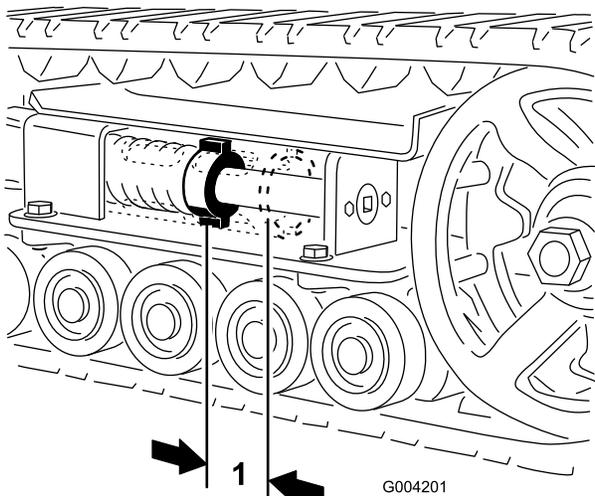

Рисунок 44
Между натяжной гайкой и задней стороной трубы натяжения должен быть зазор 7 см (Рисунок 44). Если это не так, отрегулируйте натяжение гусеницы, используя следующую процедуру:
4. Используя торцевой ключ размером 1/2 дюйма, поворачивайте натяжной винт против часовой стрелки до тех пор, пока расстояние между натяжной гайкой и задней стороной трубы натяжения (Рисунок 44) не станет равным 7 см.
11. Вращайте натяжной винт против часовой стрелки до тех пор, пока расстояние между натяжной гайкой и задней стороной трубы натяжения (Рисунок 44) не станет равным 7 см.
17. Вращайте натяжной винт против часовой стрелки до тех пор, пока расстояние между натяжной гайкой и задней стороной трубы натяжения (Рисунок 44) не станет равным 7 см.